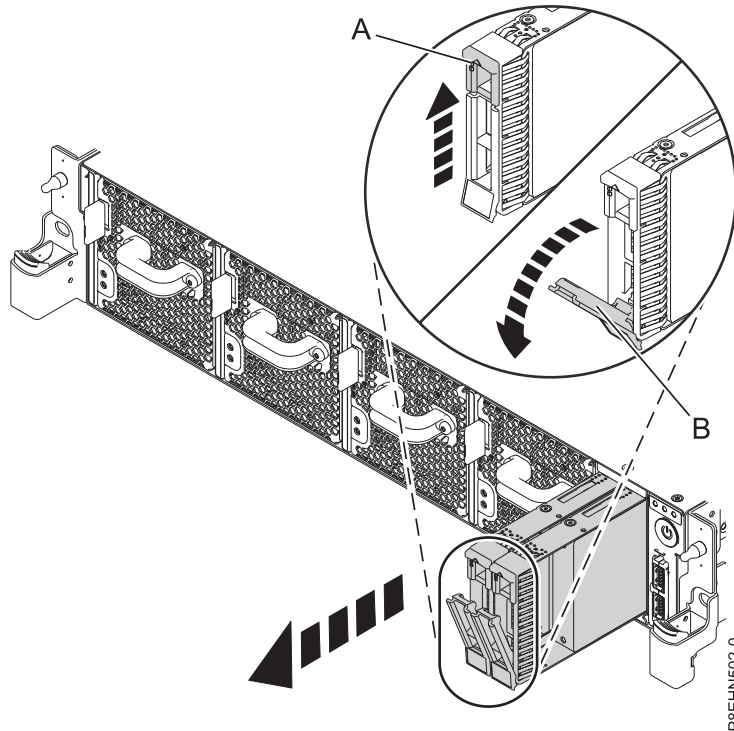

Figure 47. Détails relatifs à la fixation d'une unité de disque
4. Déverrouillez la poignée de la baie d'unité (**B**) en poussant le loquet de la poignée (**A**) vers le haut. La poignée (**B**) sort d'un coup sec. Si la poignée n'est pas complètement sortie, l'unité ne peut pas être retirée du système. Voir figure 47, à la page 39.